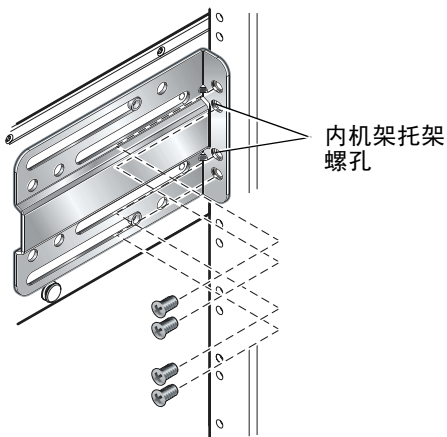

图 3-11 将系统机箱的正面部分固定到机架上（19 英寸、双柱机架）
4. 将系统机箱向上抬至机架高度，然后将前半部分托架固定住（图 3-11）。